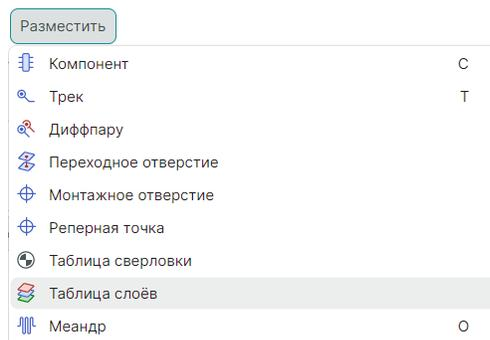

Рис. 129 Инструмент «Таблица
2. В главном меню программы выберите «Разместить» → «Таблица слоев», см. Рис. 129.